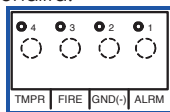

Figura 10: Vesione del contatto senza fili
- 6) Cortocircuitare i contatti 1 (Allarme, ALRM) e 2 sulla scheda principale, nella posizione contrassegnata con J3, utilizzando un ponticello: (vedere Figura 10). Se il flash si illumina, la scheda ricetrasmittente è difettosa.